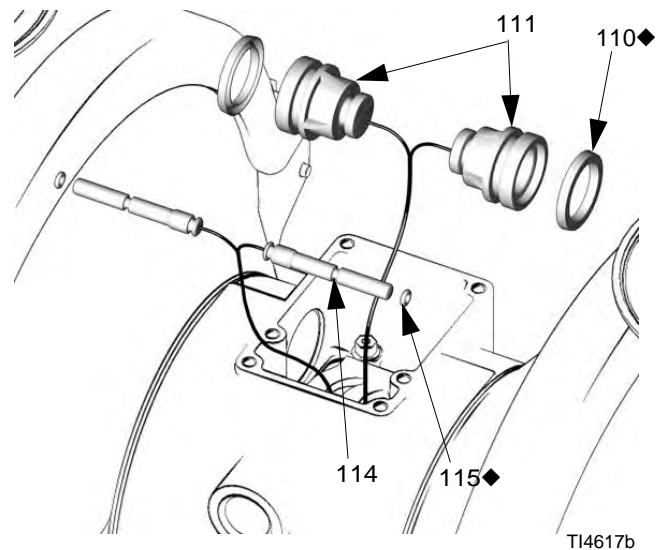

ABB.10
- An jedem Führungsstift (114) einen O-Ring (115) einbauen. Die Stifte und O-Ringe einfetten. Die Stifte mit dem **schmalen** Ende voran in die Lager einschieben. Siehe ABB.10.
- An jedem Stellmotorkolben (111) Rillendichtungen (110) einbauen, so dass die Lippen der Rillendichtungen zum **schmalen** Ende der Kolben weisen. Siehe ABB.10.
- Die Rillendichtungen (110) und Stellmotorkolben (111) fetten. Die Stellmotorkolben mit dem **dicken** Ende voran in die Lager einschieben. Das schmale Ende der Kolben muss frei bleiben. Siehe ABB.10.